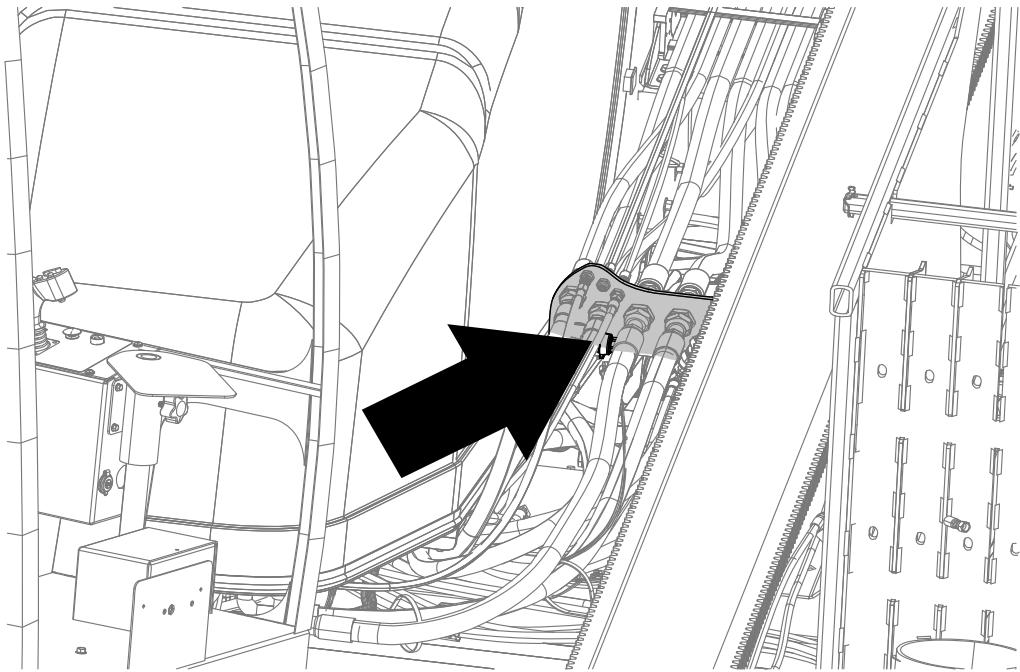

Figura 1
1. Localize o transdutor por baixo do anteparo, mesmo por cima da unidade de envio do depósito de combustível (Figura 1).